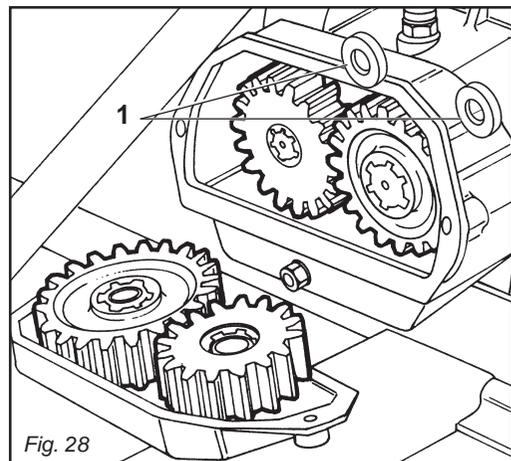

Fig. 28
La macchina è equipaggiata di cambio di velocità (Fig. 28), con una coppia di ingranaggi.
Machine are equipped with a gearshift (Fig. 28), with one pair of gears.
Les machines sont équipées d'une boîte de vitesse (Fig. 28), avec un couple d'engrenages.
Die Maschine sind mit Wechselgetriebe (Abb. 28), mit einem Räderpaar ausgestattet. Dadurch ist es möglich, mehrere Rotordrehgeschwindigkeiten zu erhalten, um damit den Anforderungen des Bedieners zu entsprechen.
Las máquinas están equipadas de cambio de velocidad (Fig. 28), mediante un par de engranajes.
- Fare attenzione durante l'operazione a non far cadere i distanziali (1 Fig. 28), all'interno della scatola cambio.
- La caduta dei distanziali (1 Fig. 28), all'interno della scatola cambio può causare la rottura degli ingranaggi.
- *While changing gears pay attention that the spacers (1 Fig. 28) fitted behind the gears do not fall in the gearbox.*
- *The falling of the spaces (1 Fig. 28) inside the gearbox can cause the braking of the gears.*
- **Au changement des pignons faire attention que les entretoises (1 Fig. 28) montées derrières les pignons ne tombent pas dans le boîtier.**
- **La chute des entertoises (1 Fig. 28) à l'intérieur de la boîte de vitesse, peut causer la rupture des pignons.**
- **Während sie das Getriebe verändern, bitte passen sie auf, dass die Distanzialstücke (1 Abb. 28) hinten den Zahnradern nicht in das Getriebe fallen.**
- **Der verfall der Distanzialstücke (1 Abb. 28) kann der bruch der zahnradern.**